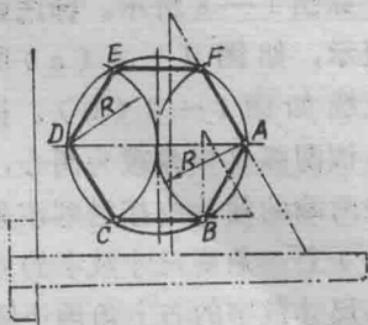

图 1—9 正六边形
(2) 正五边形：正五边形的作图有两种方法：第一种方法用圆规作图。如图 1—10 所示，过已知圆心 O 作互相垂直的中心线，并求作半径 O 3 的中点 K，以点